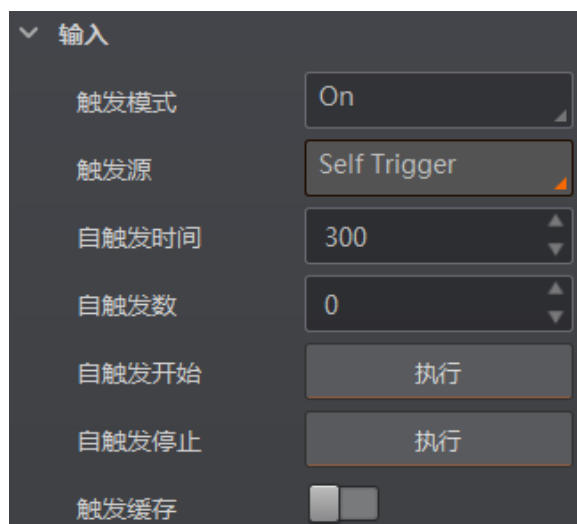

图3-52 自触发参数设置
11. 若触发源选择 Self Trigger，需要设置自触发时间和自触发数，如图 3-52 所示。点击“执行”自触发开始，则设备将以设置的自触发时间为周期执行触发动作，当触发次数达到设定的自触发数时自动停止触发；在设备执行自触发时，点击“执行”自触发停止，可使设备停止自触发动作。